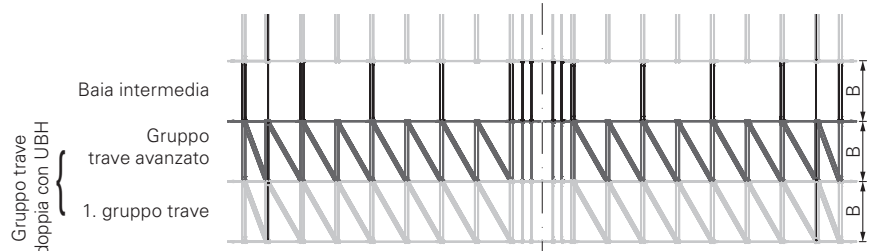

Fig. A12.04b
(Fig. A12.04b)
- Il campo esterno può essere costituito da uno o due gruppi trave. (Fig. A12.04b)